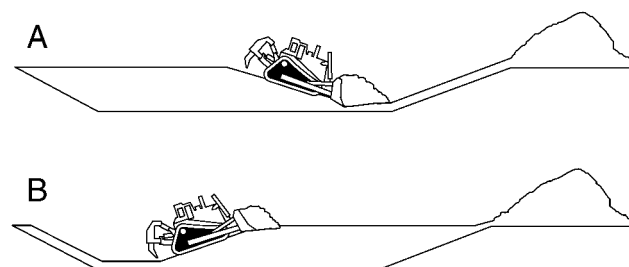

Ilustración 130
Comience en el extremo de la zona de descarga y trabaje hacia atrás. Vea el diagrama (A) en la ilustración 130. Se puede cargar la hoja a medida que se mueve cuesta abajo. Además, se puede acarrear después la carga en una superficie horizontal. La técnica que se muestra en el Diagrama (B) no es tan eficiente como la técnica que se muestra en el Diagrama (A). En el Diagrama (B), la máquina está empujando una carga cuesta arriba y el operador no utiliza la zanja. El nivel de explanación a través de toda la zanja no será eficiente porque la distancia promedio para empujar el material hasta la zona de descarga será mayor.